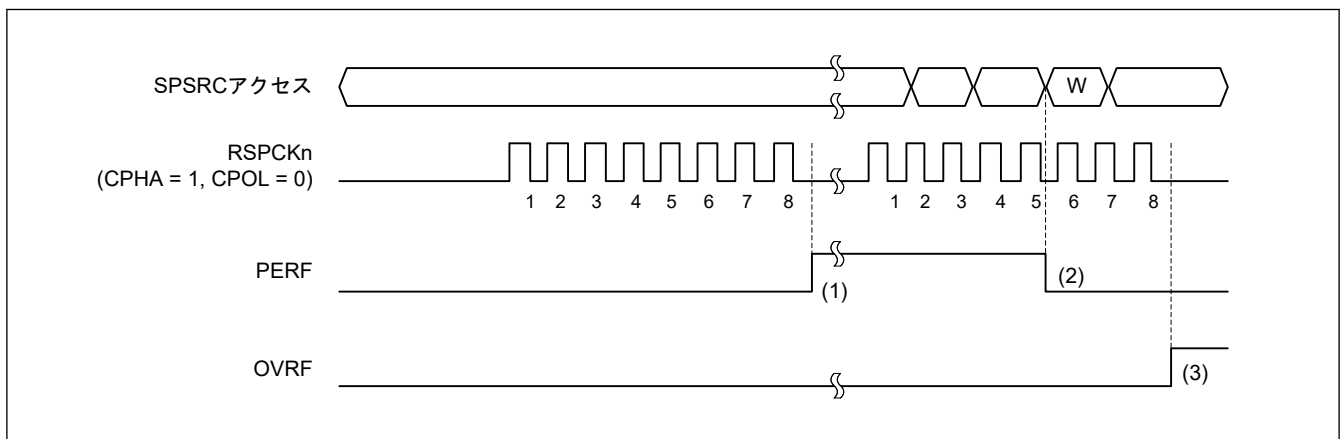

図 32.52 OVRF フラグおよび PERF フラグの動作例
図 32.52 に OVRF フラグと PERF フラグの動作例を示します。図 32.52 に記載の SPSR アクセスは、SPSR レジスタへのアクセス条件を示します。W は書き込みサイクル、R は読み出しサイクルを示します。この例では、SPCR.SPPE ビットが 1 の状態で全二重同期式シリアル通信を行います。SPCMDm.CPHA ビットが 1、かつ SPCMDm.CPOL ビットが 0 の設定で、SPI は 8 ビットのシリアル転送を実行します。RSPCKn 波形の下に記載した番号は RSPCK 周期の番号 (= 転送ビットの番号) を示しています。
以下に、図 32.52 の (1) ~ (3) に示したタイミングでのフラグの動作内容を説明します。